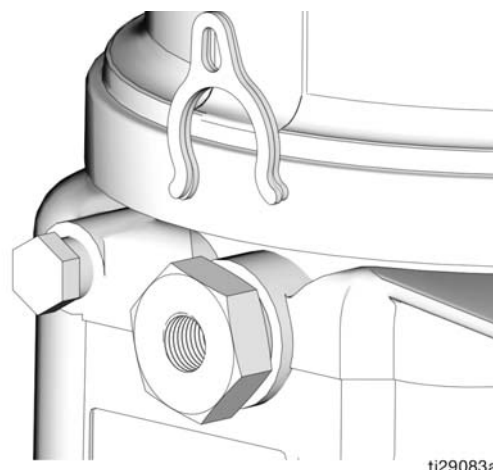

FIG. 20
Il controllo del volume della pompa è impostato utilizzando nessun distanziatore (0), oppure 1 o 2 distanziatori (FIG. 20).